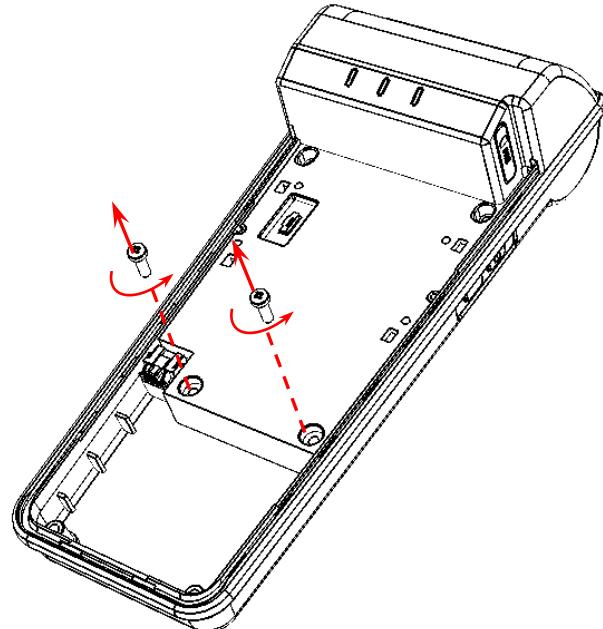

Рисунок 17. Демонтаж корпуса (открутить винты в верхней части корпуса)
- 5.1. Сначала открутить два винта, расположенные в верхней части (см. рисунок 17).